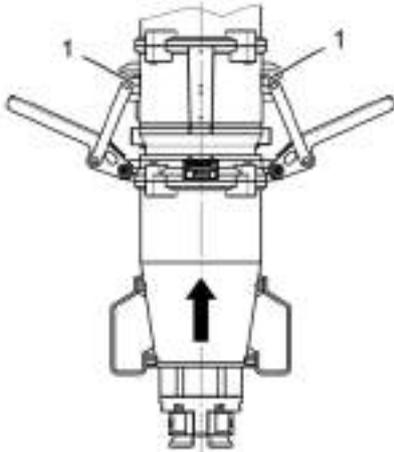

Abb.61: Verschlusshebel einhaken
2. Verschlusshebel des Steckers an der Rille der Dose einhaken (Abb. 61 /1).